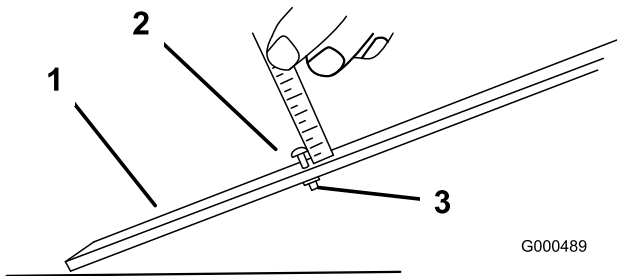

图49
3. 松开调刀尺上的螺母 图49 并将调节螺丝设定为所需的剪草高度。螺丝头底部与调刀尺表面之间的距离就是剪草高度。